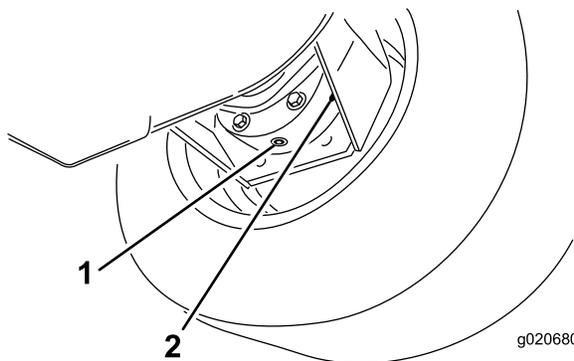

Figura 58
3. Mettete una bacinella sotto la scatola del freno, togliete il tappo di spurgo e lasciate defluire l'olio (Figura 58).